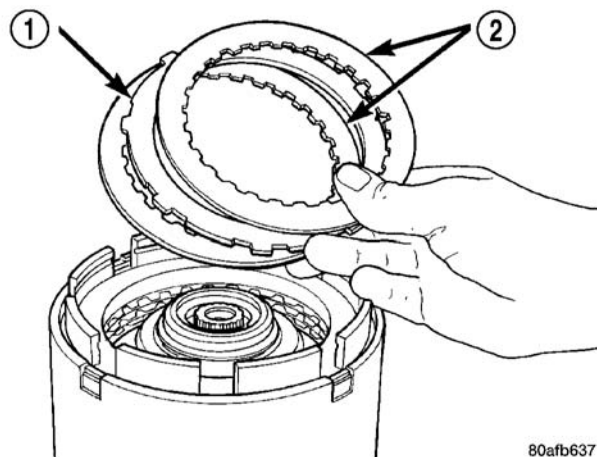

图 280 安装倒档离合器组件
(26) 使千分表归零，并对工具 8391 上的超速档离合器软管施加 30psi (206kPa) 气压。在相隔 90° 的 4 个位置测量并记录超速档离合器组件间隙值。
(27) 取四个测量值的平均读数并与超速档离合器组件间隙规范相比较。**超速档离合器组件间隙为 1.07-3.25mm (0.042-0.128in.)。**
(28) 安装倒档离合器组件（两个摩擦片/一个钢片）（图 280）。